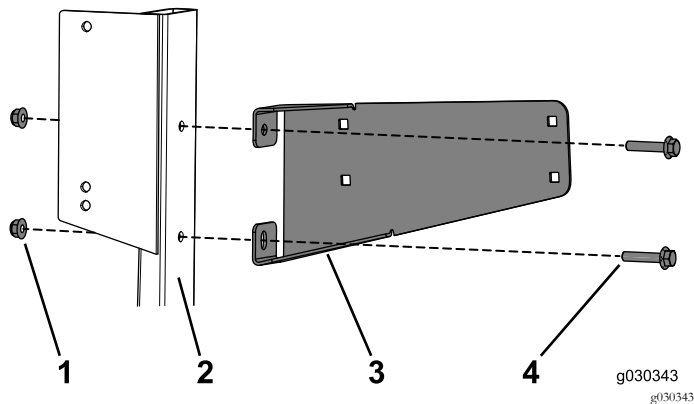

Figure 25
- Fixez le support du réservoir sur le support tubulaire dans le compartiment moteur au moyen de 2 boulons à embase (5/16 x 1 1/2 po) et 2 écrous à embase (Figure 25).